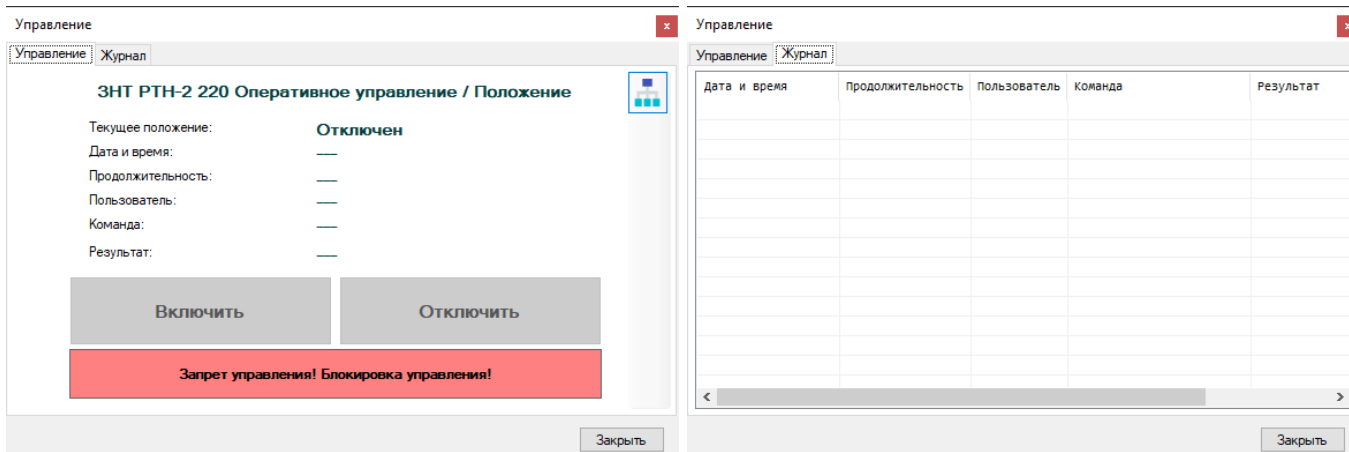

Рисунок 98 – Окно «Управление»: вкладки «Управление» и «Журнал»
- Управление с вкладками «Управление» и «Журнал» (см. рисунок 98);